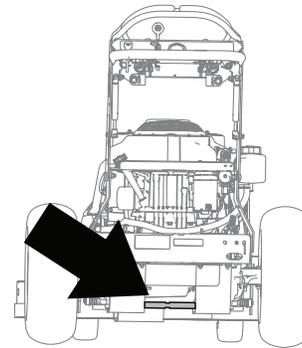

Рисунок 3
- Найдите стержень моста, где необходимо установить щиток (Рисунок 3).